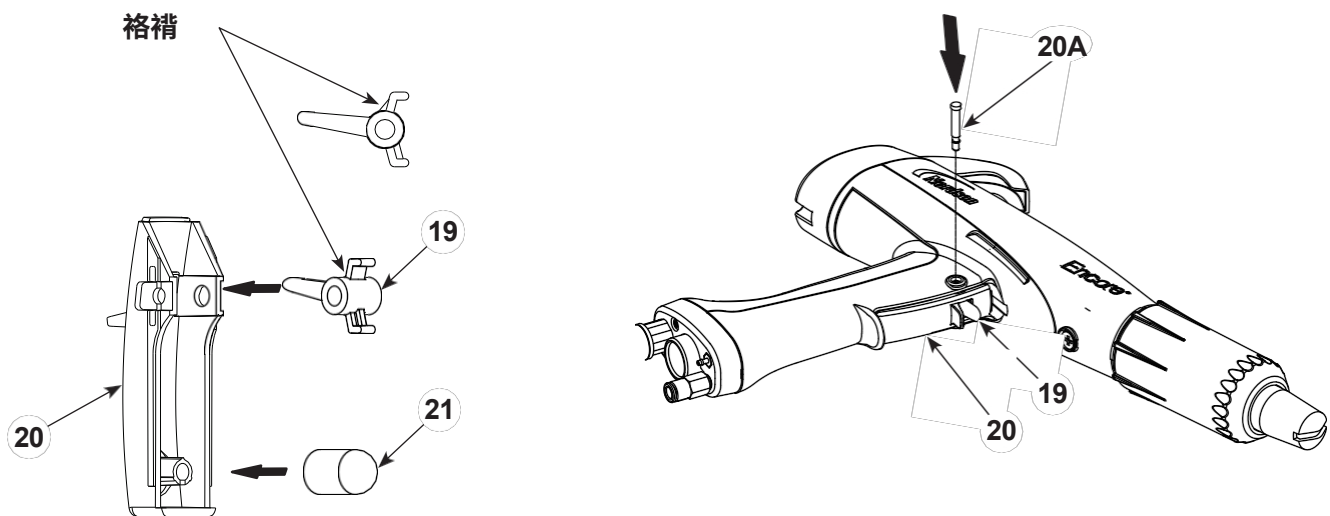

图 22 重新安装触发器和轴
7. 见图 22。将吹扫扳机（19）安装到喷射扳机（20）上，并用夹板固定。如图所示，朝上安装。**请勿将清洗扳机倒置安装。**
8. 检查致动器 (21) 是否安装在支柱上。